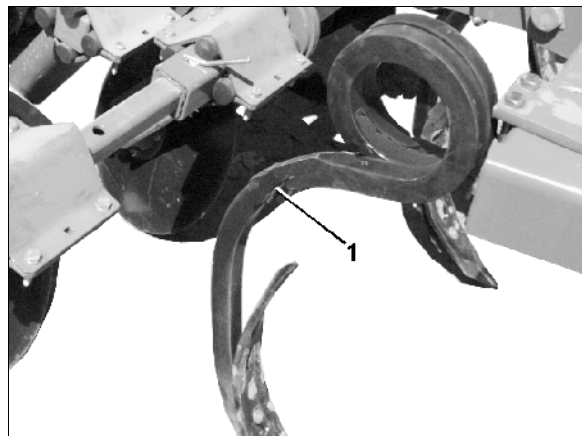

Fig. 11
- **Fyrkantspinnar (Fig. 11/1)**